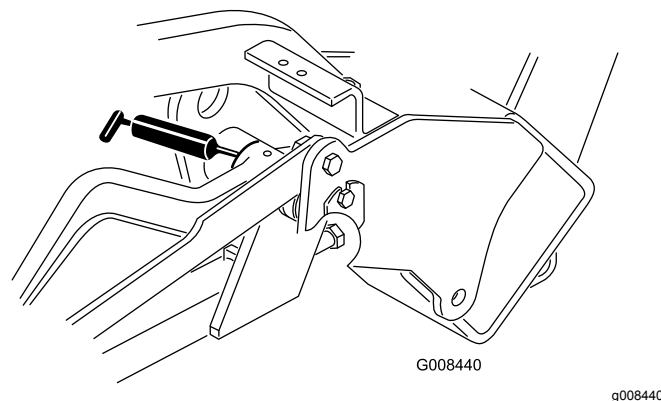

Рисунок 30
- Подъемные рычаги (3) (Рисунок 30)